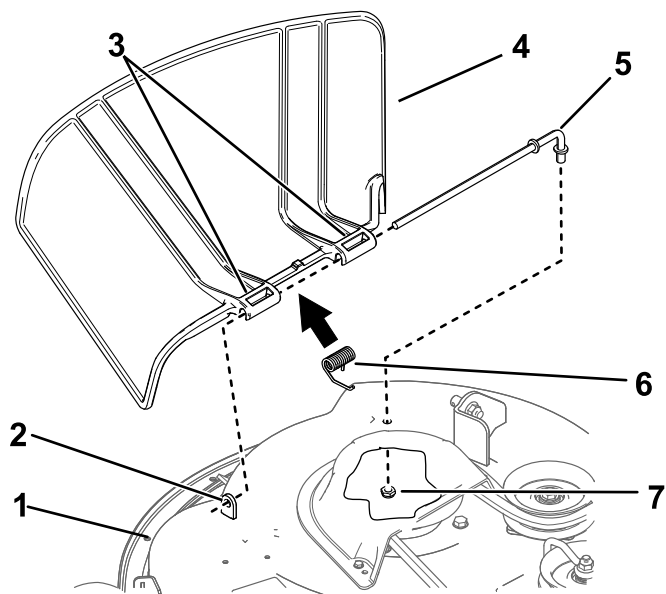

Figure 68
1. Retirez l'écrou ($\frac{3}{8}$ po) de la tige, sous le tablier de coupe (Figure 68).
- Sortez la tige de la courte cheville de positionnement, du ressort et du déflecteur d'herbe (Figure 68).
- Montez le nouveau déflecteur d'herbe (Figure 68).
- Insérez la tige dans le second pivot du déflecteur d'herbe (Figure 68).
- Fixez l'extrémité arrière de la tige dans le tablier de coupe à l'aide d'un écrou (3/8 po), comme montré à la Figure 68.